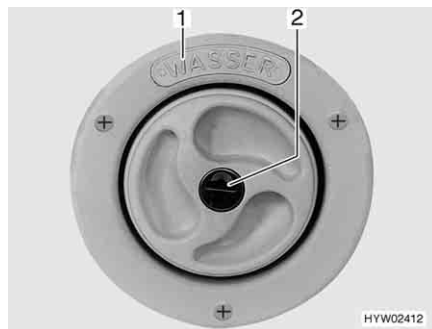
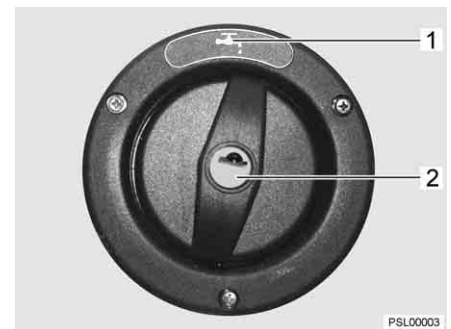

Fig. 199 Couvercle de fermeture pour bec de remplissage d'eau potable
Fig. 200 Couvercle de fermeture pour bec de remplissage d'eau potable (alternative)
Le bec de remplissage d'eau potable porte l'inscription "WASSER" (eau) (Fig. 199,1) ou le symbole "☞" (Fig. 200,1). Le couvercle de fermeture est ouvert et verrouillé à l'aide de la clé pour les serrures extérieures.
- Insérer la clé dans le barillet (Fig. 199,2 ou Fig. 200,2) et la tourner d'un quart de tour dans le sens inverse des aiguilles d'une montre.